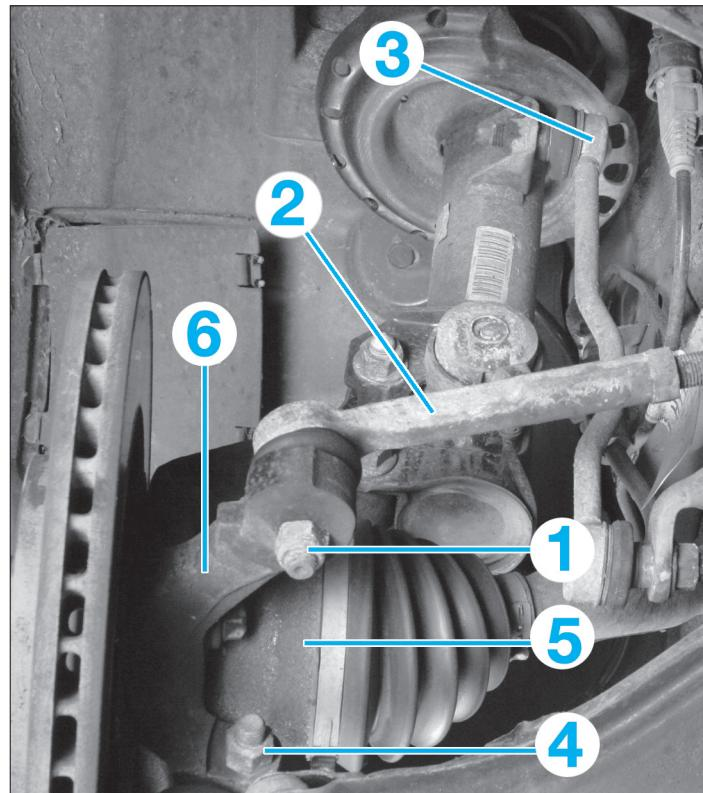

FIG. 1
- Desserrer l'écrou (1) de la rotule de direction du pivot (fig. 1).
- la rotule de direction (2) du pivot à l'aide d'un extracteur.
- la rotule (3) de la biellette de barre stabilisatrice de l'élément de suspension.
- la vis de fixation de la rotule (4) du triangle de suspension du pivot.
- Dégager la transmission (5) du pivot (6).
- Desserrer l'écrou de la rotule (1) de direction du pivot (fig. 1).